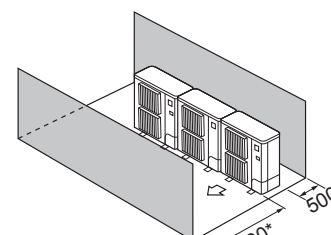

Fig. 2-12
- ④ Miejsce ograniczone tylko z przodu i z tyłu (Fig. 2-12)